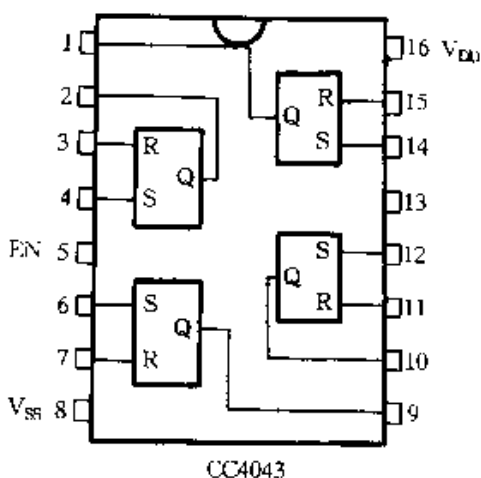

图 2-378
⑥ 图 2-378 所示为四三态 RS 锁存触发器 CC4043 引脚功能图。CC4043 内含四个独立的三态 RS 锁存触发器,“1”电平触